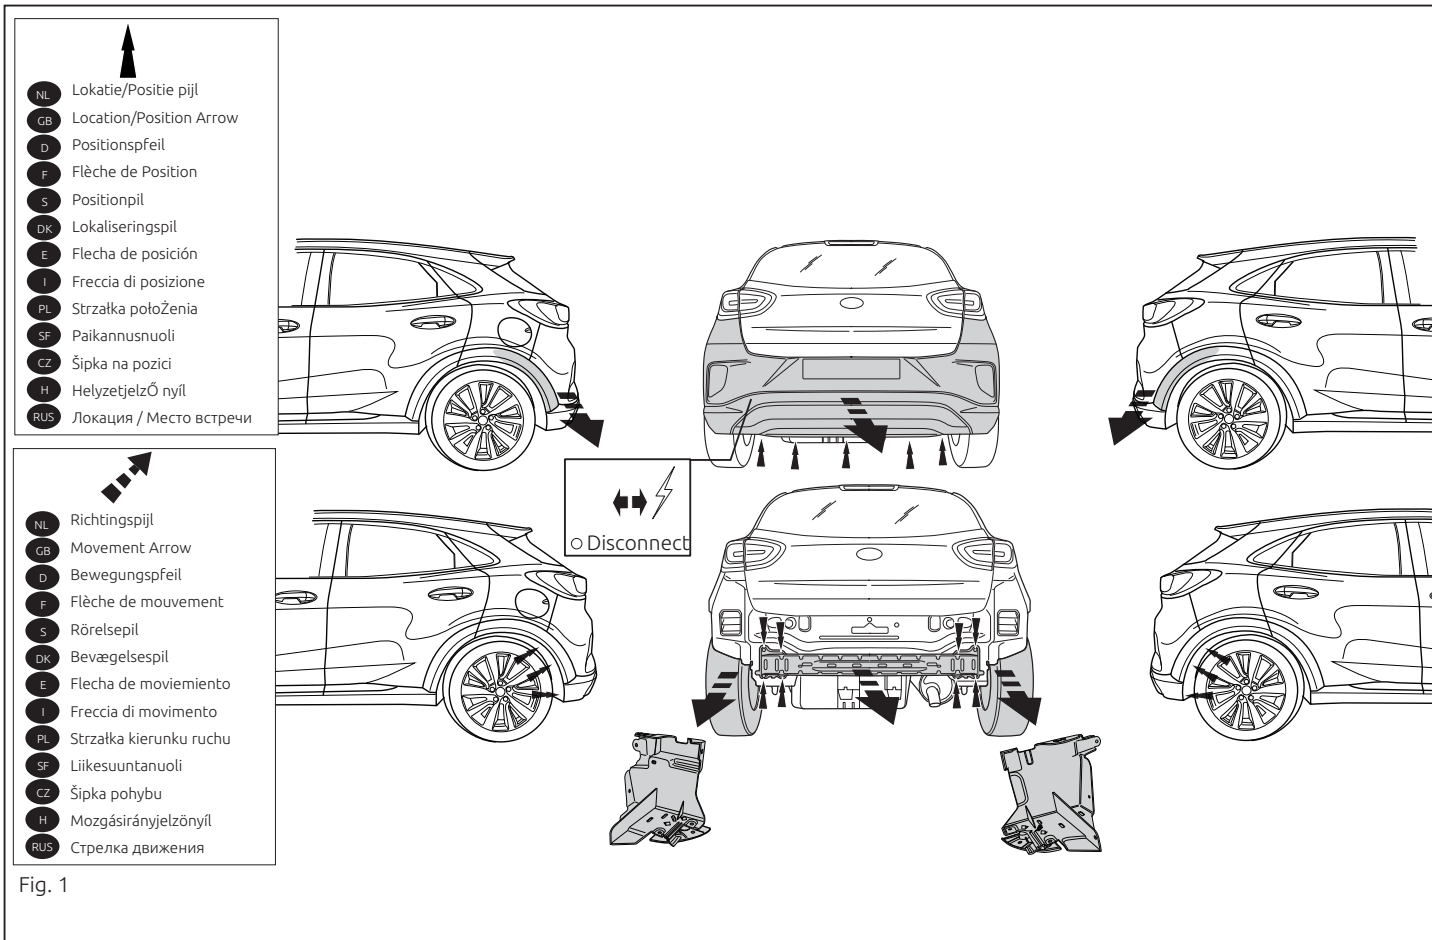

Fig. 1
1. Снять бампер вместе со буферным брусом автомобиля. Буферный брус больше не понадобится. Поставить гайки на место. Снять указанные пластмассовые части. См. рисунок 1.